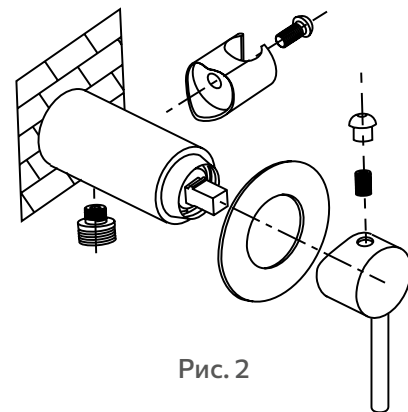

Рис. 2
6. После завершения отделки стен установите декоративную накладку смесителя, держатель лейки, ручку и подключите шланг с душевой насадкой (рис.2).